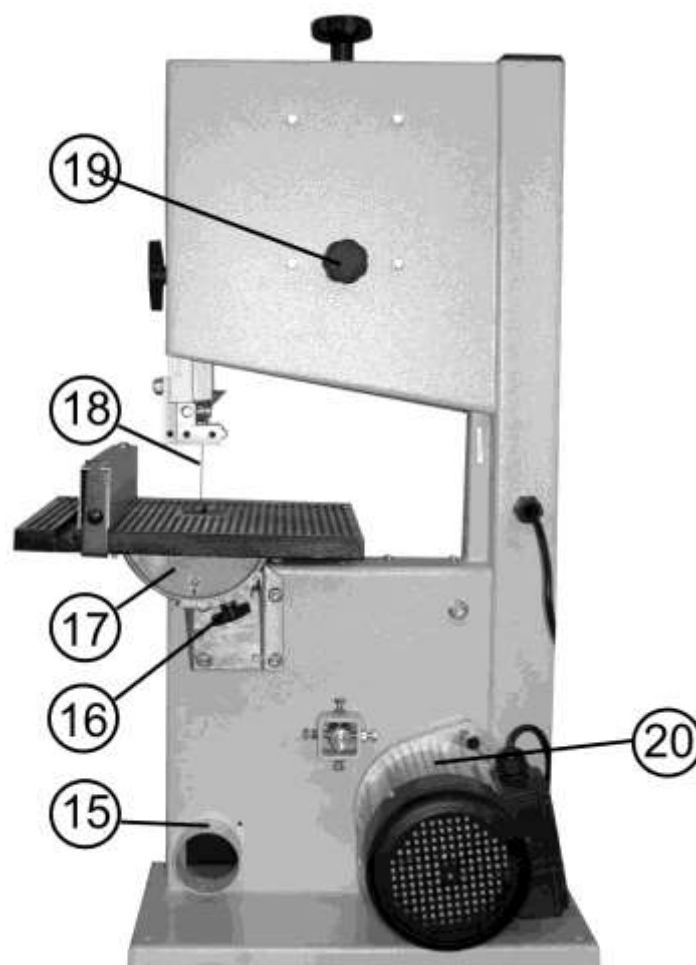

Рис. 3
12.1. Перед включением убедитесь в том, что патрубок пылесборника (15), Рис. 3, вашей электропилы подсоединён к устройству для сбора стружки и древесной пыли (к пылесосу) (см. п. 17.2.).